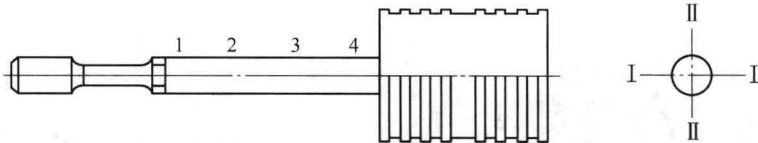

图 1-15 测量活塞杆填料磨损
13) 清洗活塞,擦拭干净,然后检查活塞杆与填料配合部位的磨损情况,特别是有无轴向划痕。用千分尺测量与填料配合部位的活塞杆外径,并记录下来,如图1-15所示,在活塞杆上测量四个不同的位置。